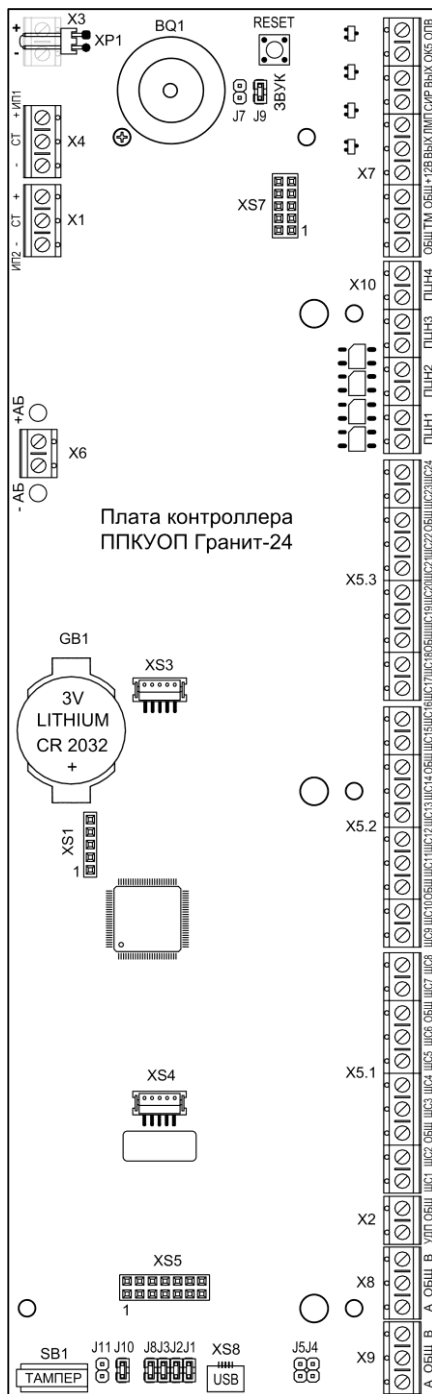
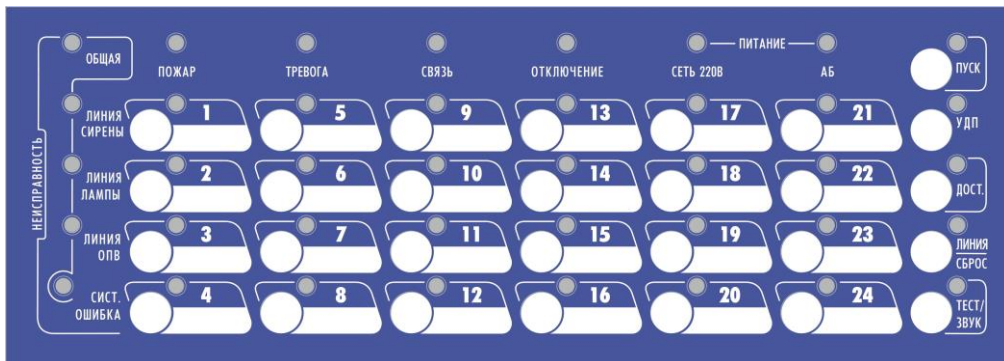

Рис.1 Плата контроллера прибора (вид со снятой панелью и платой индикации)
Рис.2 Панель индикации и управления ППКУОП Гранит-24
Конструктивно прибор состоит из корпуса (основания) и съёмной крышки. В корпусе расположены: плата контроллера (см. рис.1) с установленной на ней платой индикации и плата источника питания. На плате индикации установлена панель индикации и управления прибора (см. рис.2). На плате контроллера расположен разъем для подключения Wi-Fi коммуникатора (см. паспорт на WiFi коммуникатор). В корпусе прибора также предусмотрен отсек для размещения аккумуляторной батареи и отсек для размещения GE коммуникатора (см. паспорт на GE коммуникатор).
(рис. 1) расположены:
На плате источника питания прибора (расположена под платой контроллера, на рис.1 не показана) расположен клеммник «220В», предназначенный для подключения прибора к сети 220 В и установлен плавкий предохранитель типа Т1,6А на 250В.
3.2 На панель индикации и управления прибора (см. рис.2) выведены: